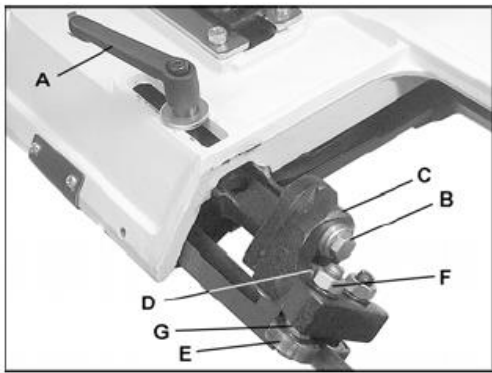

Рис.11
Открутите винт (В, Рис.11) и отрегулируйте блок (С) с опорным подшипником (D) на расстоянии приблизительно 0,1 мм от полотна пилы.